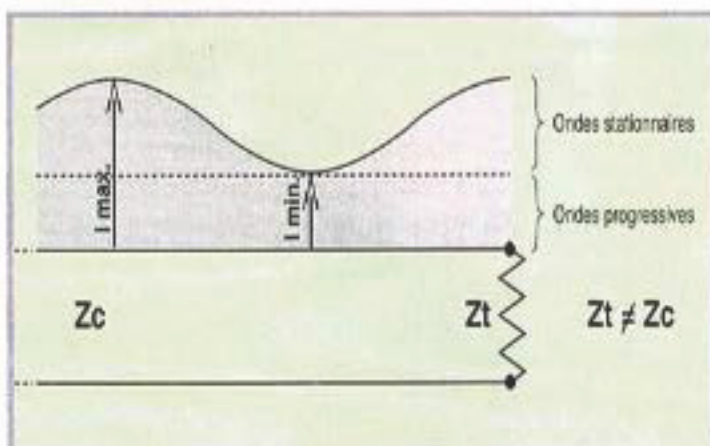

Figure 7. Ligne fermée sur une charge quelconque ($Z_t \neq Z_c$).
- Ces deux exemples sont des cas extrêmes et dans la pratique nous nous trouverons le plus souvent en présence de ces deux types d'onde. L'impédance de la charge Z_t est différente de l'impédance caractéristique de la ligne, voir figure 7. Les minima ou nœuds ne seront pas nuls. Une partie de la puissance sera absorbée par la charge Z_t et l'autre partie sera renvoyée (ou réfléchi) vers la source. Le rapport d'onde stationnaire